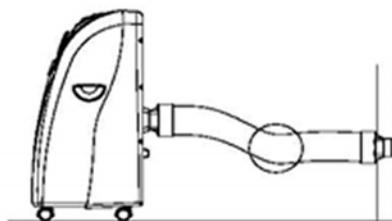

Fig.7
2. Separe o adaptador de saída do tubo, e recolque-o do lado de fora da janela ou parede. Note que a parte mais larga do adaptador deverá ficar no exterior. (Fig.7)